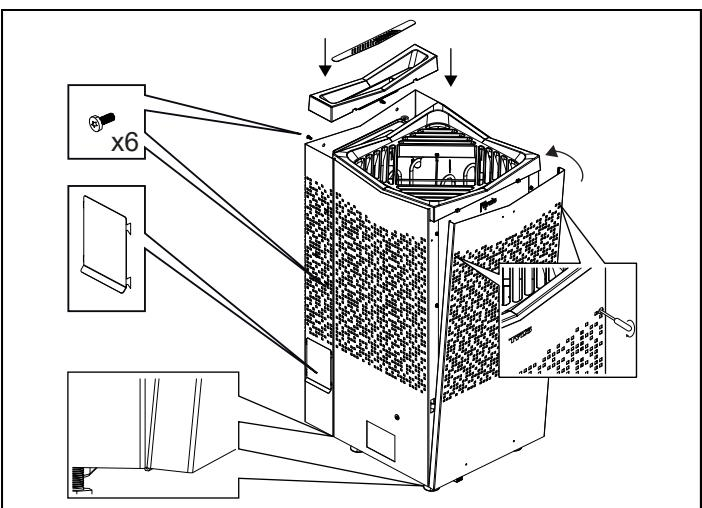

Fig 15: Montera på front, bakstycke, locket till tanken och tömningsslucken
11. Haka tillbaka front och bakstycke och fäst dem med sina skruvar (se fig 15)